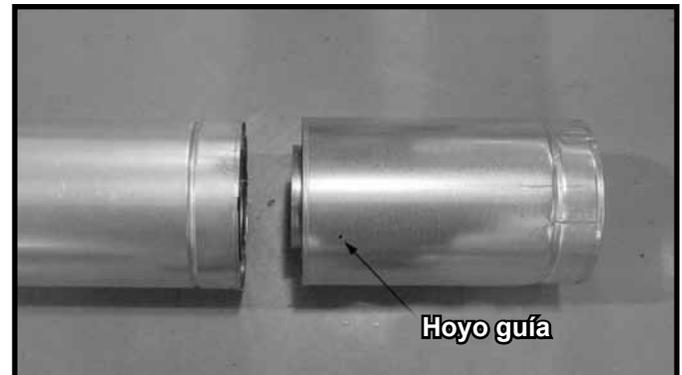

Figura 38. Hoyo guía de la sección ajustable
- Coloque el tubo interno de la sección ajustable dentro del tubo interno de la sección fija y el tubo externo de la sección ajustable dentro del tubo externo de la sección fija. Consulte la Figura 38.